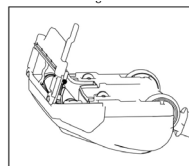

Fig. 4
6. Réinstallez la plaque inférieure en alignant le bord avant de la plaque avec les encoches situées à l'intérieur de la tête d'aspiration (Fig. 4).